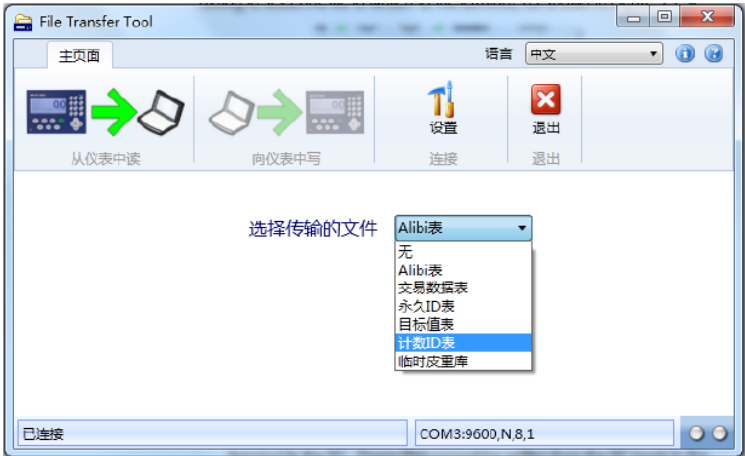

图 3-8: 文件选择界面
1. 在 IND245 文件传输工具主界面上，选择将要写入的文件，如图 3-8 所示。
- 注意：为了避免选错文件，用户在图 3-8 中选择的文件对应文件名将出现在“从仪表中读”对话框中，即图 3-9 中框出来的部分。